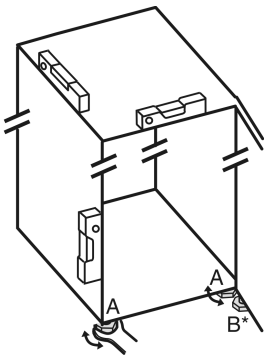

Fig. 28
- Svitare i piedini regolabili Fig. 28 (A) con la chiave a forchetta contenuta nella fornitura e con l'aiuto di una bilancia idrostatica, finché l'apparecchio non si trova in posizione stabile e piana.
- Con la chiave a forchetta in dotazione, svitare il piedino regolabile Fig. 28 (B) sul cuscinetto di supporto inferiore, fino a farlo appoggiare sul pavimento.
- Ruotare ulteriormente il piedino regolabile Fig. 28 (B) di 90°.